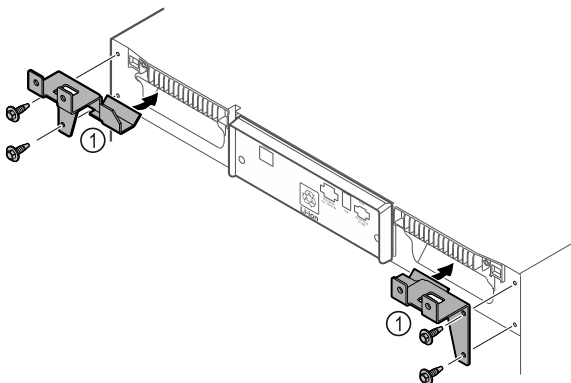

Fig. 10
- ▶ Szerelje fel a tartóelemeket Fig. 10 (1) a készülékre a mellékelt csavarokkal.